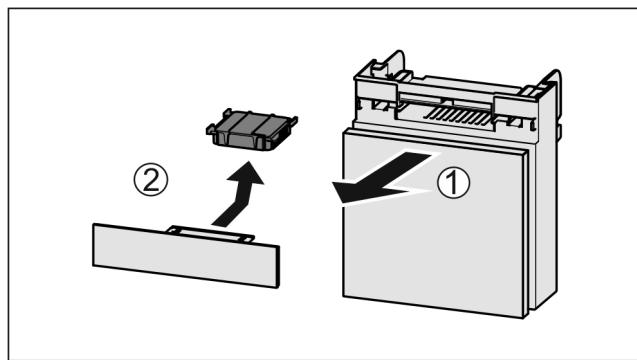

Fig. 80
- Вытянуть Fig. 80 (1) отделение движением вперед.
- Извлечение Fig. 80 (2) фильтра с активированным углем.